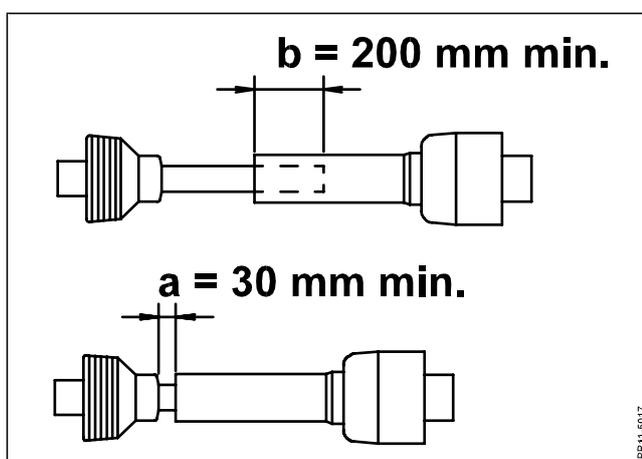

Рис. 2-9
- Рис. 2-9** Отрегулировать длину карданного вала так, чтобы:
ВАЖНО: Соблюдать характеристики перекрытия труб карданного вала как это указано на рис. 2-9.
- 2) Держать оба вала параллельно друг другу и наметь место укорачивания (с запасом 30 мм). См. рис. 2-9.